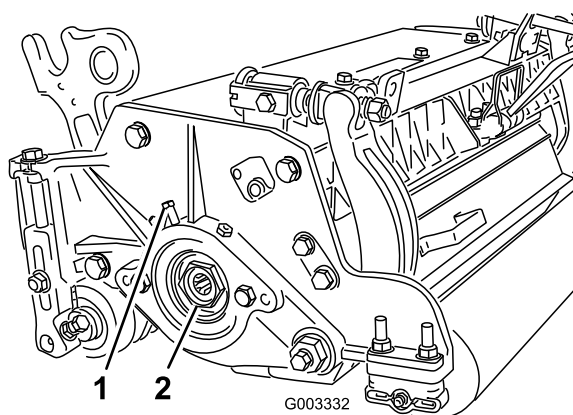

Bild 27
- A. Lösen Sie die externen Stellschrauben, mit denen die Einstellmutter des Lagers am Lagergehäuse links an der Schneideinheit befestigt ist (Bild 27).